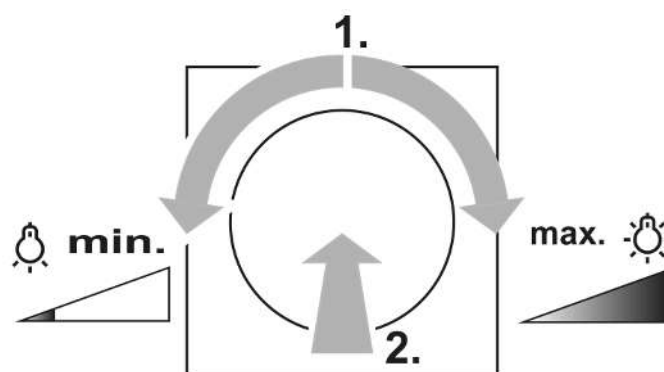

Figura 2: Encendido con luminosidad mínima o máxima
- Girar el botón de ajuste un cuarto de vuelta, pulsar a continuación brevemente el botón de ajuste: la luz se enciende con la luminosidad mínima o máxima (véase figura 2).